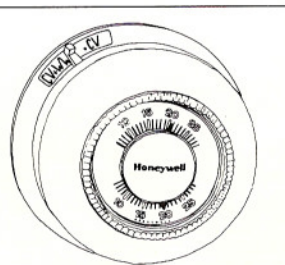

Fig. 3
- De spaarstandschakelaar achter de kamerthermostaat op stand **CV** zetten (fig. 3).
- De kamerthermostaat instellen op de gewenste waarde en spaarstandschakelaar op stand **CV + WW** zetten (fig. 3).
kamerthermostaat, dan heeft deze schakelaar de volgende 2 standen: (fig. 3).